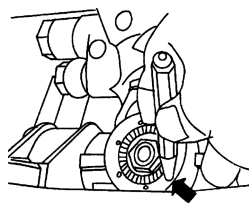

图 3-144 紧固锁止螺母并做好标记
- 6) 紧固锁止螺母并做好标记, 如图 3-144 所示。